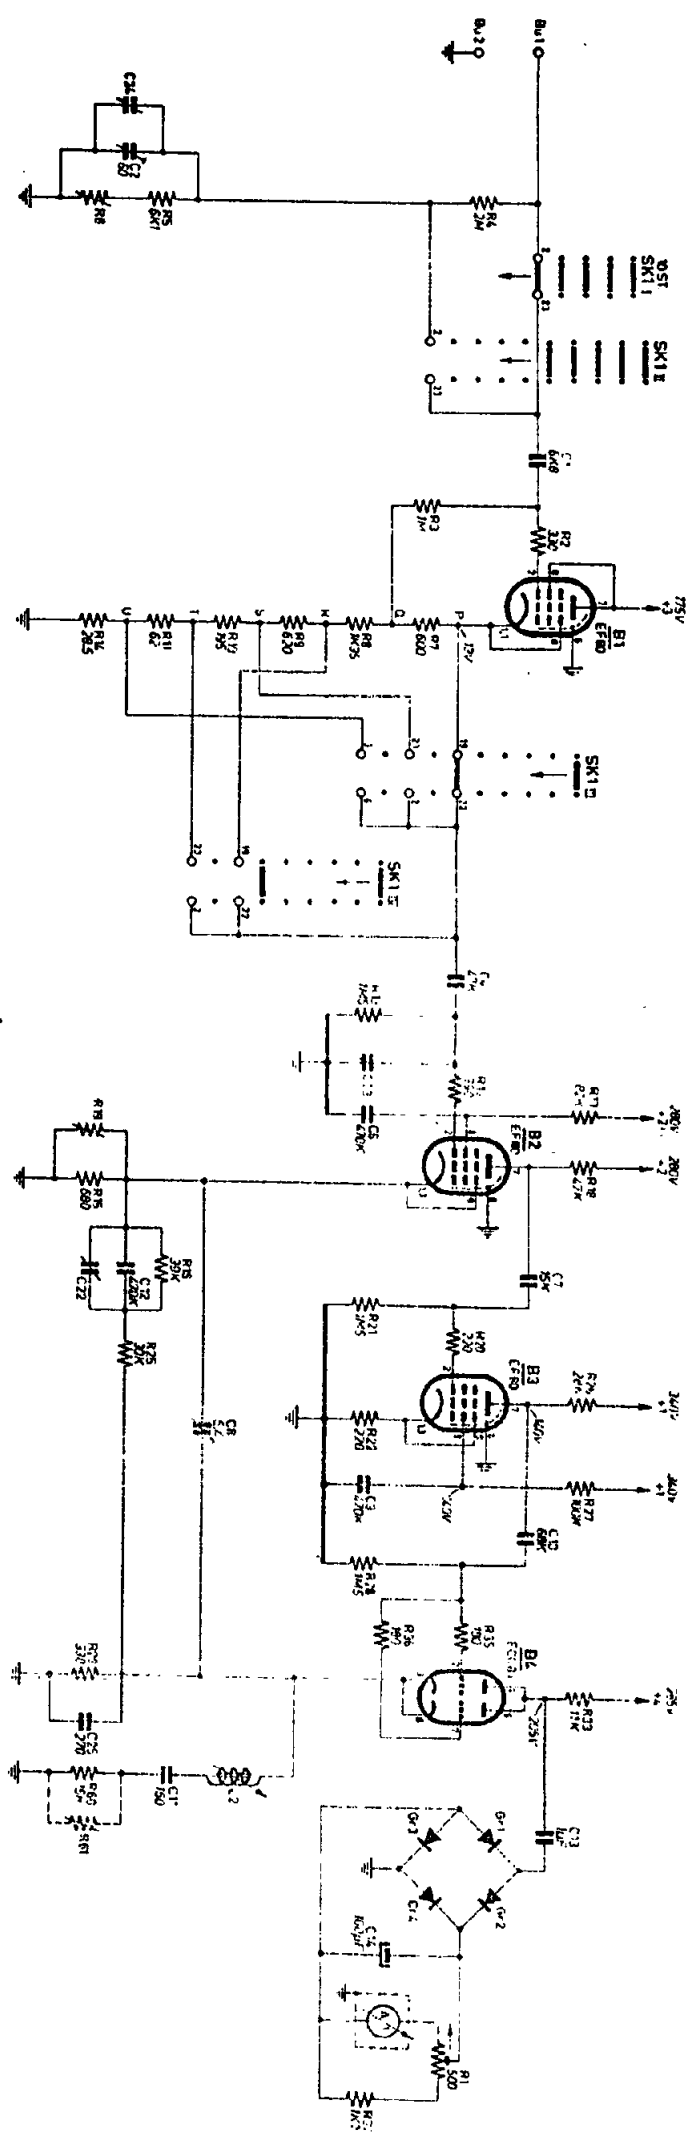

Fig. 1
- b. Bovendien is het voedingsgedeelte gewijzigd, teneinde de afhankelijkheid van snelle netspanningsvariaties te verminderen (zie fig.1).